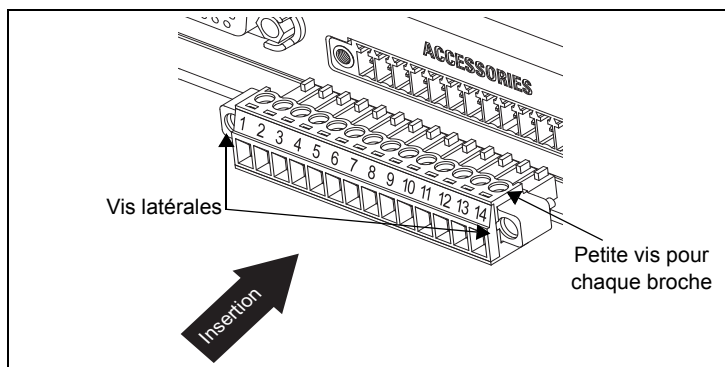

Figure 10 : installation du branchement des accessoires
3. Vissez la petite vis de chaque broche une fois le câble inséré pour vérifier que la fixation est correcte. Voir Figure 10.